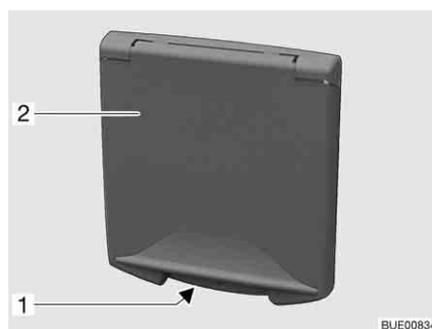

Fig. 54 Portillon pour le raccordement 230 V
- Dans la poignée encastrée (Fig. 54,1), saisir le portillon extérieur (Fig. 54,2) et le faire basculer vers le haut.